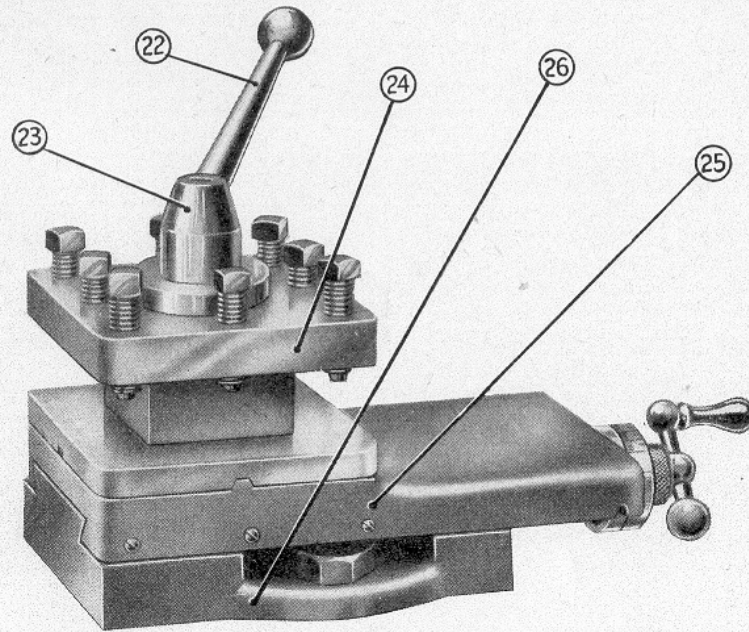

Fig. 9.
4. Square turret toolpost (Fig. 9) in lieu of standard toolpost.